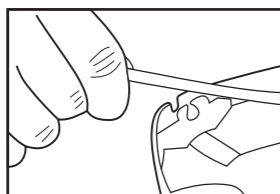

Figura 4
5. Insira o cabo no espaço da base destinado a ele (figura 4).